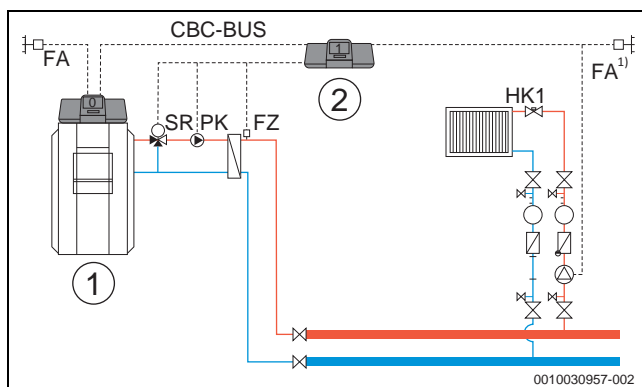

Bild 17 Variante 4: Unterstation mit Logamatic 5313, mit Vormischfunktion, Kompensation der Wärmeverluste über Fühler FZ
- Im BUS-Verbund von 2 oder mehr Regelgeräten in jedem Unterstations-Regelgerät Logamatic 5313 oder Logamatic 5311 (→ Bild 17 und 18, Variante 4 und Variante 5)
- „Slave als Unterstation“ bei Nutzung von „Funktionen Unterstation“ ist Logamatic 5313 erforderlich (→ Bild 17 ... Bild 19, Variante 4 ... 6)